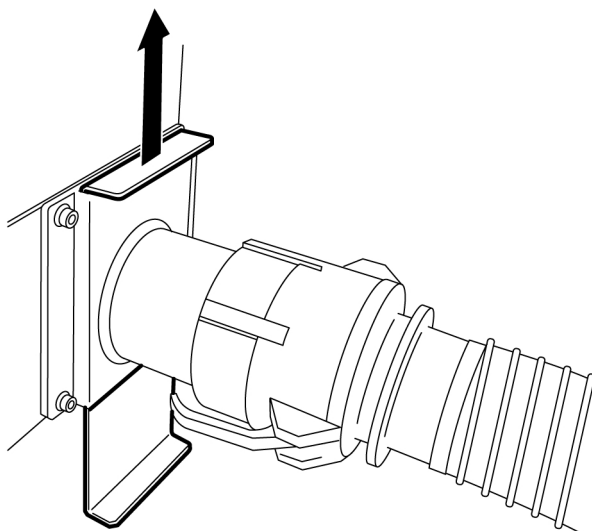

Figura 4-5. Farfalla scorrevole sollevata
1. Portare la farfalla scorrevole al fincorsa superiore, vedere Figura 4-5, pagina 18. Attendere circa 3 secondi.